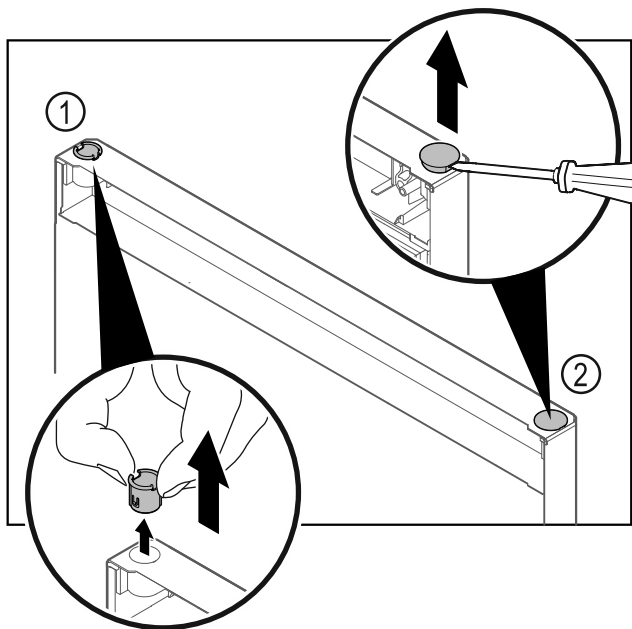

Fig. 11
- Nxirri jashtë bokullën e menteshës Fig. 11 (1) me gishta.
- Ngrini lart me kujdes tapën mbuluese Fig. 11 (2) me një kaçavidë me kokë petë dhe nxirreni jashtë.